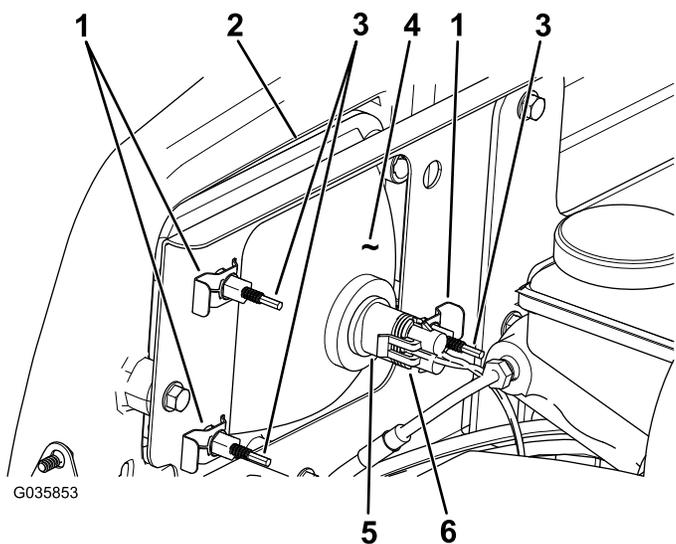

图 45
3. 将线束的电气接头与新灯总成的接头断开 图 45。
4. 卸下将大灯固定至大灯支架上的快速夹图 45。
5. 将大灯总成从前保险杠的开口向前推出卸下大灯总成图 45。
6. 通过保险杠开口将新大灯装入图 45。
8. 将线束的电气接头与灯总成的接头连接图 45。
2. 在大灯总成背面旋转调节螺丝图 45 以转动大灯总成调整光束投射的位置。